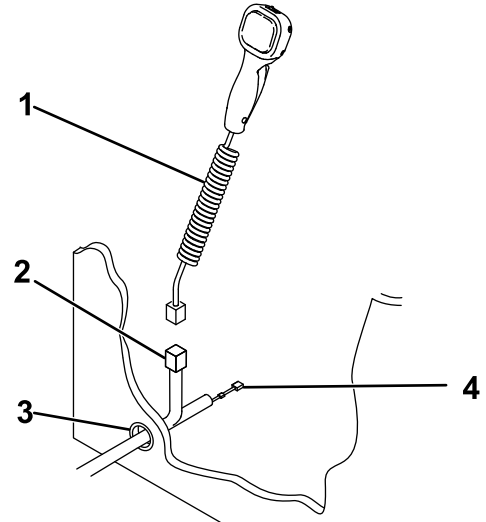

Figure 14
4. Tirez le connecteur du contrôleur de chasse-neige et le fil noir/rouge doté d'un fusible en ligne dans la cabine du véhicule à travers le trou dans le pare-feu (Figure 14).